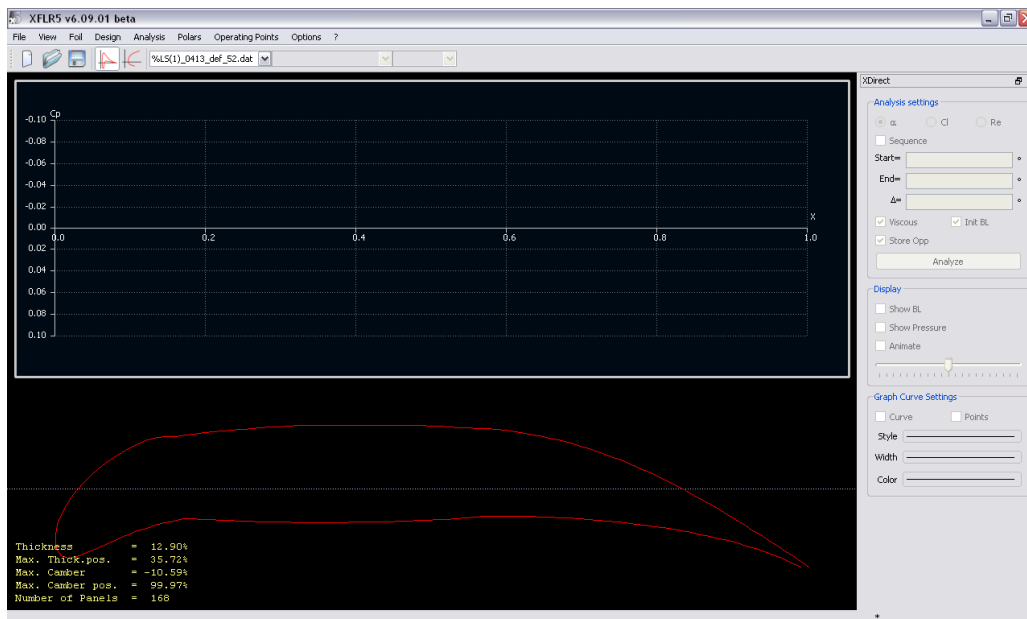
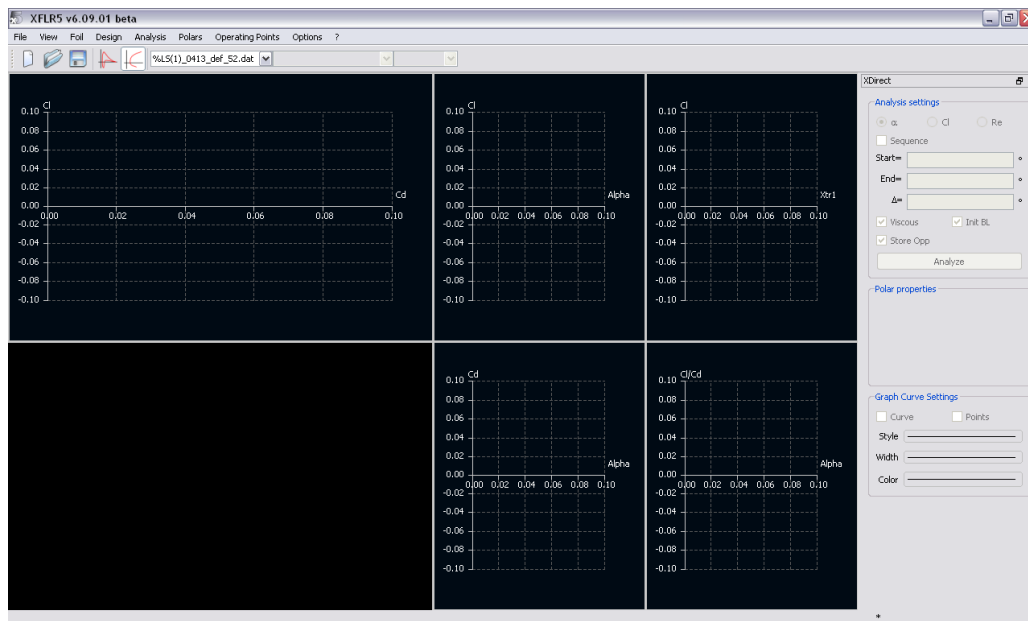

Figura C.1.2: Xfoil Direct Analysis. OPPoint View.
Figura C.1.3: Xfoil Direct Analysis. Polar View.
2. Una vez cargado el perfil, para analizar perfiles bidimensionales se elige la opción **XFoil Direct Analysis**. Al escogerlo aparecerán dos nuevas pantallas denominadas *OpPoint View* (Figura C.1.2) y *Polar View* (Figura C.1.3), en las que se mostrarán los resultados obtenidos en el análisis. Al lado de sus respectivos iconos aparece una lista desplegable con los perfiles que se han cargado en la sesión y se puede elegir cual se utilizará.